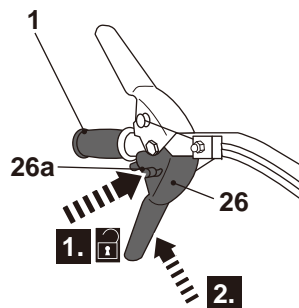

Fig. 20
- > Empuje el pasador de bloqueo (26a) y manténgalo en posición (Fig. 20, paso 1).
- > Apriete la palanca de marcha atrás (26) contra la empuñadura (1) para acoplar las púas hacia atrás. Manténgala en esa posición durante el funcionamiento (Fig. 20, paso 2).
- > Suelte la palanca de marcha atrás (26) para desacoplar las púas y ajustar el motor para que funcione en ralentí.